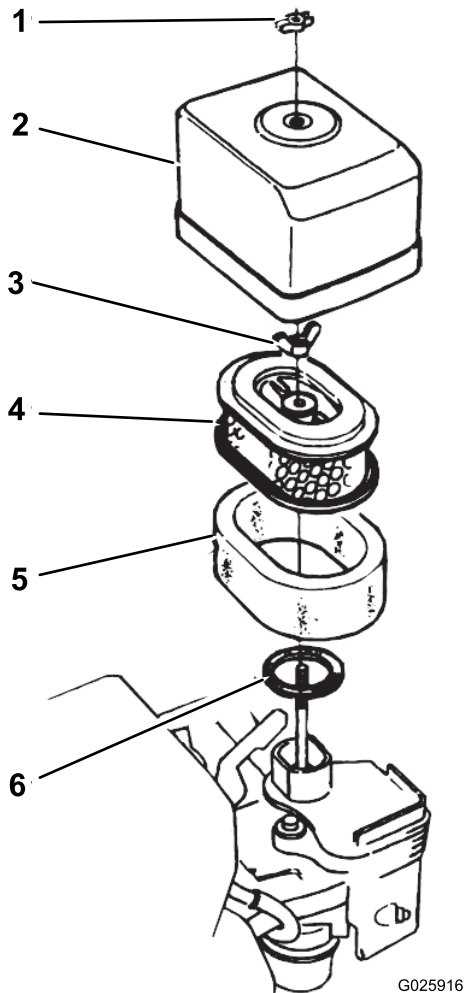

Figure 31
1. Enlevez les écrous à oreilles qui fixent le couvercle du filtre à air et déposez le couvercle (Figure 31).
4. Fixez le couvercle sur le filtre à air avec l'écrou à oreille (Figure 31).
2. Retirez l'écrou à oreilles de fixation du filtre à air et déposez le filtre (Figure 31).
3. Retirez l'élément en mousse de l'élément en papier (Figure 31).
1. Placez l'élément en mousse sur l'élément en papier (Figure 31).
2. Vérifiez l'état et l'usure du joint (Figure 31). Remplacez le joint s'il est usé ou endommagé.
3. Placez le joint correctement sur l'entrée d'air du carburateur (Figure 31).
4. Fixez le filtre en air munis des éléments filtrants sur le carburateur avec l'écrou à oreille (Figure 31).
5. Fixez le couvercle du filtre à air sur le carburateur avec l'autre écrou à oreilles (Figure 31).